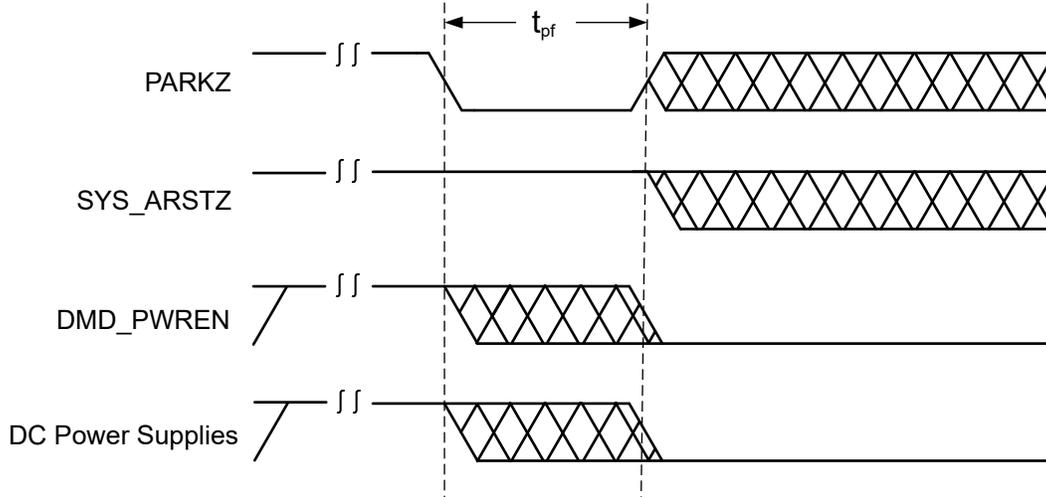

图 7-12. 将 PARKZ 置为有效后断电
3. 在 DMD\_PWREN 被置为无效之后，可以安全地为 DLP 芯片组断电，如图 7-12 所示。